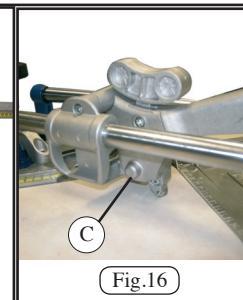

Fig.16
WARTUNG (Abb.16) (Abb.17) (Abb.18)
Zur Auswechselung des Schneidrads die Schraube (C) Abb.16 bedienen.
Zur Auswechselung der Kratzschutzeinrichtungen (D) Abb.16 die abgenutzten Kratzschutzeinrichtungen demontieren und neue auf dem Griff einspannen.
ENTRETIEN (Fig. 16) (Fig. 17) (Fig. 18)
Pour changer la roulette, agissez sur la vis (C) de la Fig. 16.
Pour changer les éléments anti-rayures (D) de la Fig. 16, démontez les éléments usés et encastrez les neufs sur la poignée.
MANUTENZIONE (Fig.16) (Fig.17) (Fig.18)
Per sostituire la rotella agire sulla vite (C) di Fig.16.